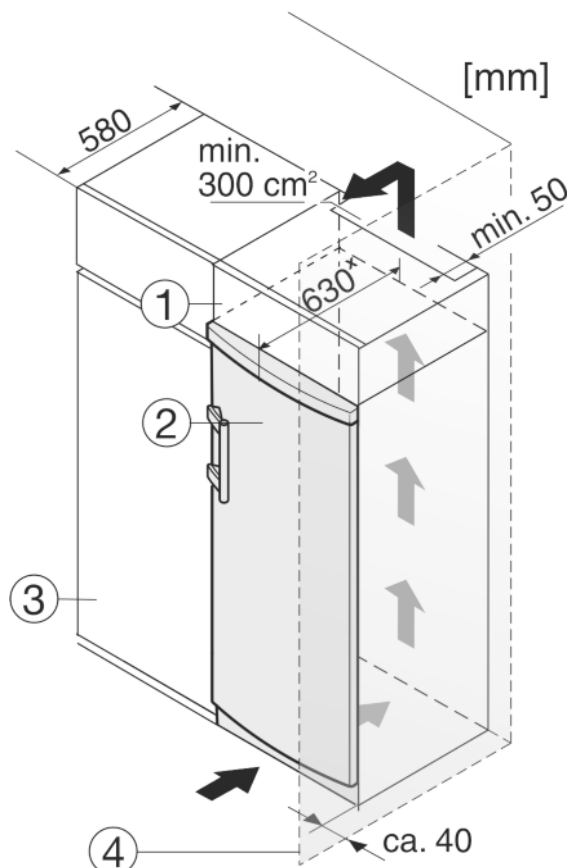

Fig. 10
Uređaj se može adaptirati za ugradnju u kuhinjske ormare. Kako biste uređaj Fig. 10 (2) prilagodili visini kuhinjskog namještaja, iznad uređaja možete postaviti viseći ormar Fig. 10 (1).
Kod adaptacije s normalnim kuhinjskim ormarima (dubina maks. 580 mm) uređaj se može postaviti direktno uz kuhinjski ormar Fig. 10 (3). Uređaj stoji bočno 34 mm x i u sredini uređaja 50 mm x nasuprot pročelju kuhinjskog ormara.
Kada se uređaj postavlja s okovima pored zida Fig. 10 (4), razmak između uređaja i zida mora iznositi najmanje 40 mm. To odgovara stajanju ručice kod otvorenih vrata.